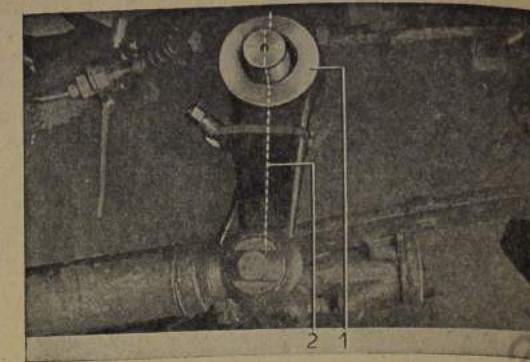

Bild 566: Lenkstockhebel senkrecht nach unten zeigend aufschieben
**Beachte:** Der Lenkstockhebel muß senkrecht nach unten zeigen (Bild 566).